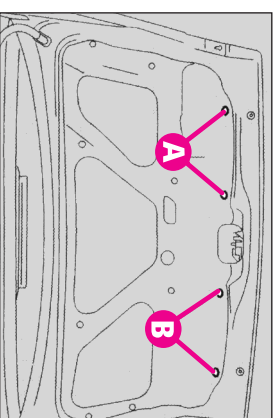

fig.40
- Îndepărtați capacul, cu ajutorul extensiei și al șurubelniței din dotare, slăbiți suruburile de fixare (A sau B-fig.40) în conformitate cu lumina dorită.